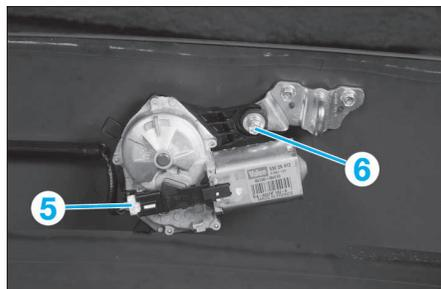

FIG. 100
- Débrancher le connecteur (5) (Fig.100).
- la vis de fixation (6) à 9.0 N.m. (Fig.100).